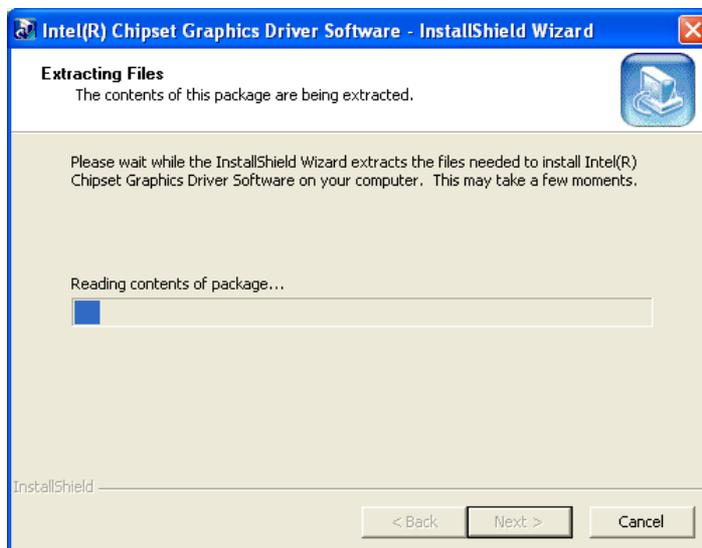

Abbildung 7-9: VGA-Treiber Installationsdateien entpacken
Schritt 5: Die Installationsdateien werden entpackt (Abbildung 7-9).